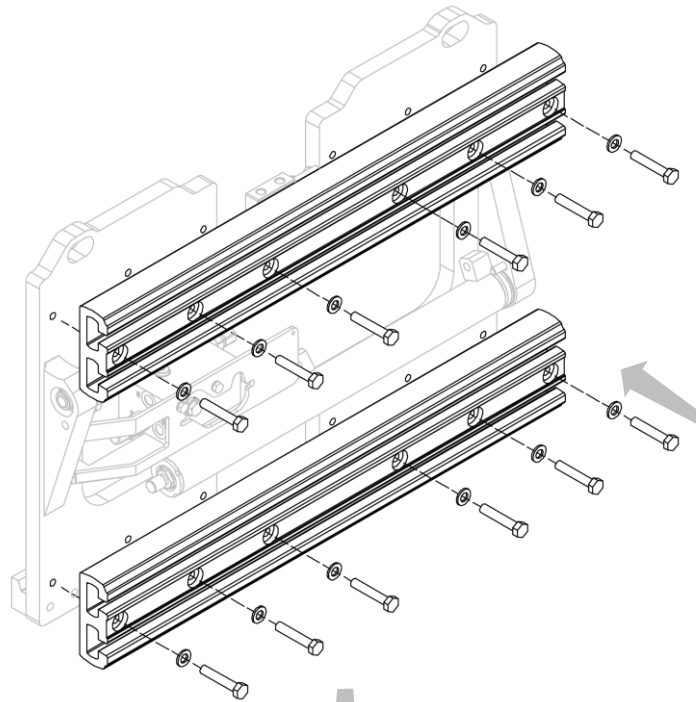
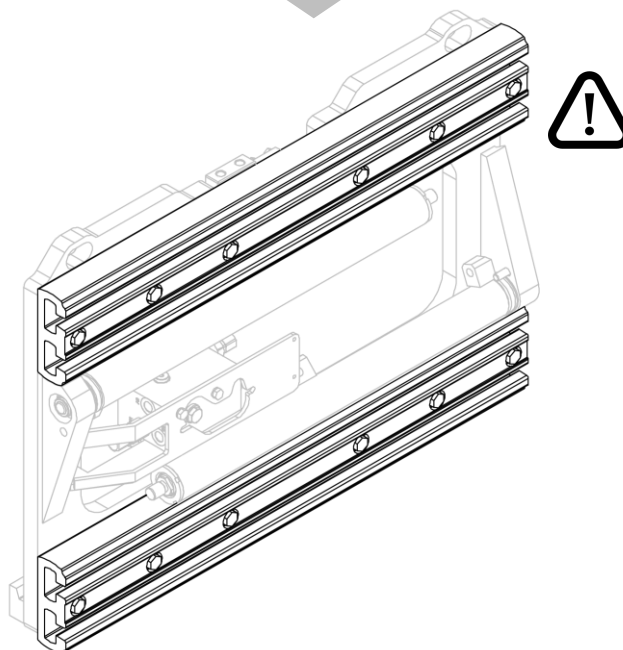

Abbildung 9
Abbildung 10
2. Schrauben Sie die Aluminiumprofile, eines nach dem anderen an (siehe *Abbildung 9* und *Abbildung 10*).